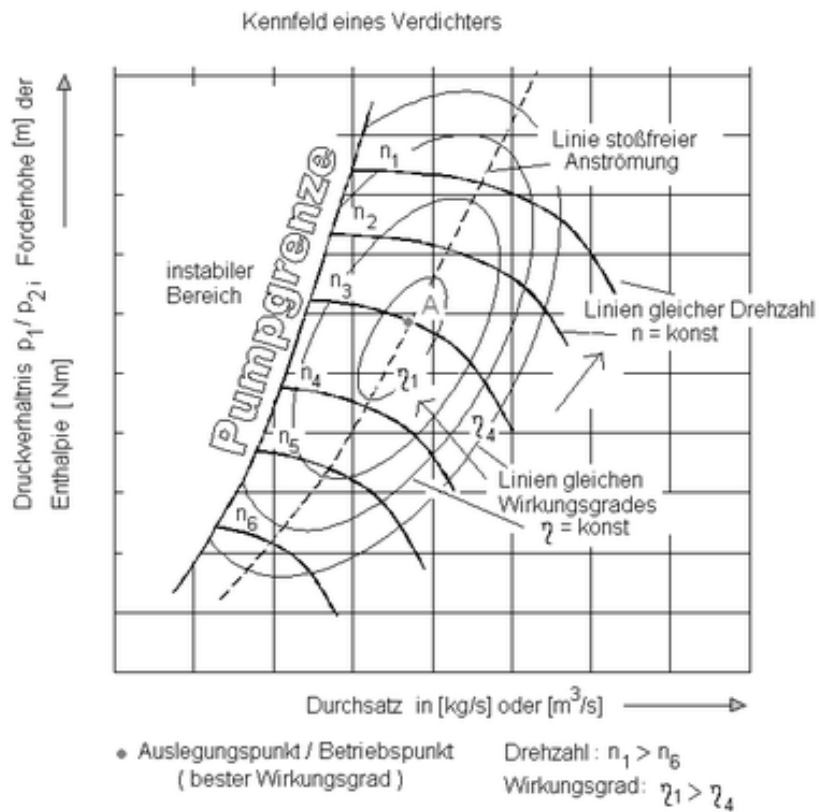
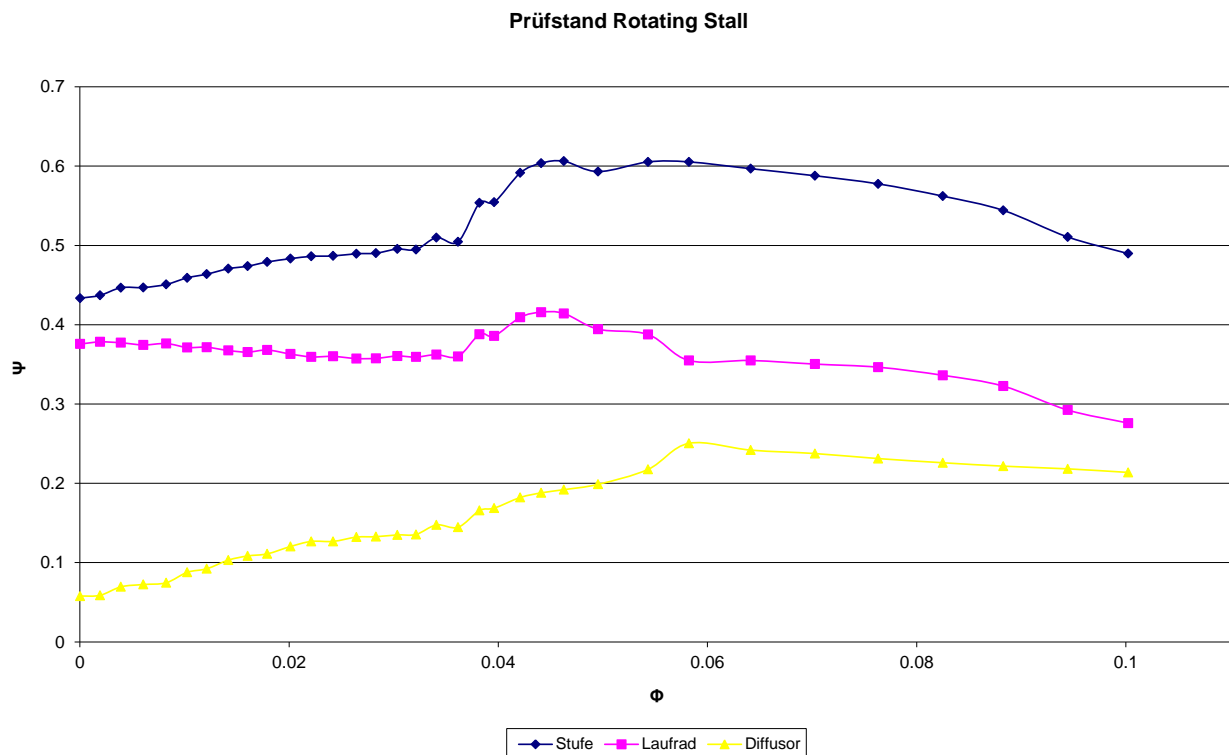

Abbildung 4 Typische Kennlinien eines Radialverdichters
Abbildung 5 Kennlinien des Radialverdichters gemessen am Prüfstand für eine konstante Drehzahl
Typische Kenngrößen eines Radialverdichters sind der Volumenstrom (Durchflussmenge oder Durchsatz in der Abszisse), das Druckverhältnis  $\pi = p_{\text{Aus}}/p_{\text{In}}$  (oder Druckerhöhung  $\Delta p$  in der Ordinate) und die Drehzahl  $n$  als Parameter. Der Zusammenhang dieser Größen lässt sich in einem Kennfeld darstellen (Abbildung 4). Im Rahmen dieses Versuches soll mit Hilfe von Druck und Volumenstrom-Messungen ein Teil des Kennfeldes eines Radialverdichters aufgenommen werden. Die gesamte Druckerhöhung der Verdichterstufe besteht aus zwei Teilen, über das Laufrad und über den Diffusor. Deswegen wird während den Messungen der Druckanstieg auch in zwei Teilen gemessen. Einmal vom Laufradeintritt (Punkt 1) bis Laufradaustritt (Punkt 2) und vom Laufradaustritt (Punkt 2) bis zum Diffusorausstritt (Punkt 3). Die Messungen werden anschliessend in einem Diagramm mit dimensionslosen Beiwerten dargestellt (siehe Abbildung 5 als Beispiel).
Der stabile Betriebsbereich eines radialen Verdichters wird zu kleineren Volumenströmen von der Pumpengrenze limitiert wie man auf der Abbildung 4 sehen kann. „Pumpen“ (auf Englisch „surge“) tritt auf wenn bei einem bestimmten Druck ein Mindestmassenstrom unterschritten wird. Wenn „Pumpen“ auftritt spricht man von einer Strömungsinstabilität. Die Ursache einer Strömungsinstabilität ist eine Strömungsablösung im Verdichter. Diese kann bei Strömungen mit einem Druckanstieg (z.B. Diffusor) passieren. „Pumpen“ tritt je nach Stärke der Fehlanpassung des Verdichters, in verschiedenen Intensitäten auf. Bei einer leichten Fehlanpassung kommt es zu einem "Rotating stall", wobei lediglich einzelne Schaufeln des Verdichters einen Strömungsabriss erfahren. „Rotating Stall“ wird im Abschnitt 4 ausführlicher beschrieben.
- Stellen Sie die Ergebnisse mit Hilfe von unterschiedlichen Diagrammen dar (siehe Abbildung 4).